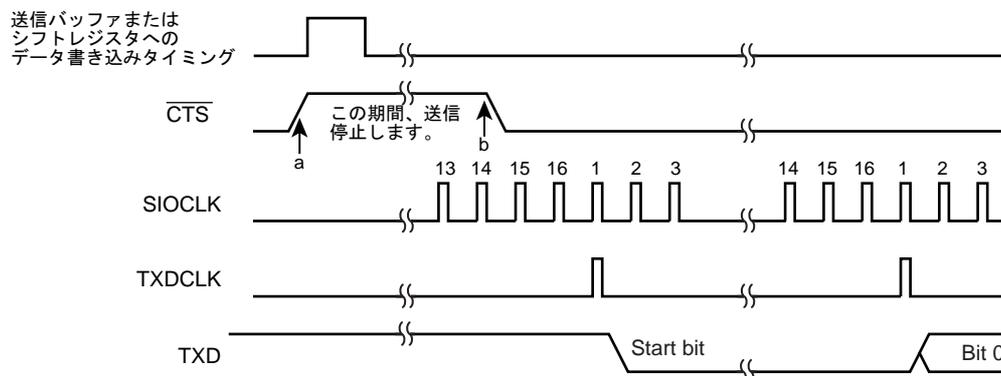

図 15-9  $\overline{\text{CTS}}$  信号のタイミング
- 注 1) 送信中に  $\overline{\text{CTS}}$  信号を立ち上げた場合、送信終了後に停止します。(図 15-9 の a 点を参照)
- 注 2)  $\overline{\text{CTS}}$  信号立下り後の最初の TXDCLK クロックから送信を開始します。(図 15-9 の b 点を参照)